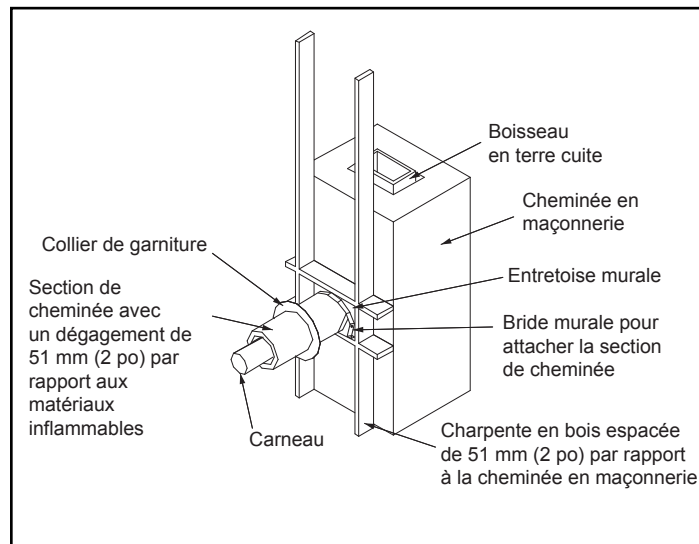

Figure 4.3
- L'ouverture en haut du mur doit être à 343 mm (13-1/2 po) au moins du plafond ou à 114 mm (4-1/2 po) au-dessus du dégagement minimum spécifié par le fabricant du carneau. Le dégagement vertical minimal selon le code NFPA 211 est de 457 mm (18 po) depuis le carneau et le plafond ou égal à la valeur minimale recommandée par le fabricant du carneau. Figure 4.3
1. Pratiquez une ouverture dans le mur intérieur à la hauteur prévue pour l'entrée du carneau dans la cheminée en maçonnerie. Figure 4.3